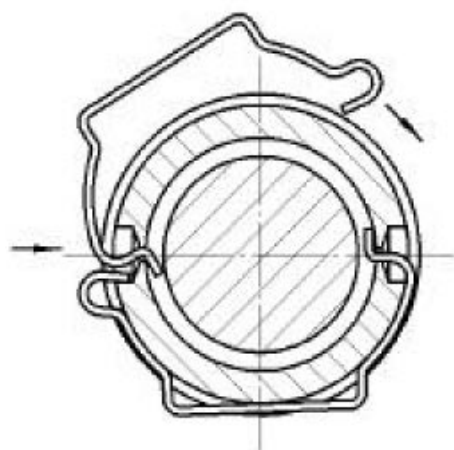
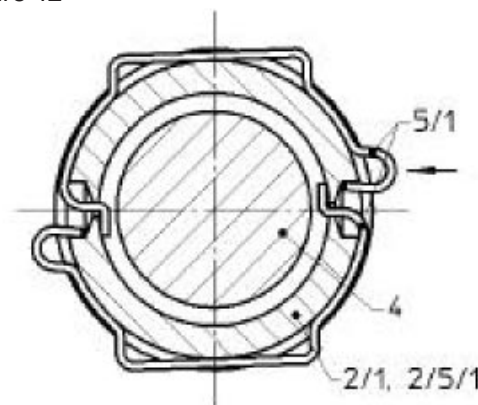

Figure 12
Figure 11
- Faire descendre la cloche (2/1) jusqu'en butée sur la goupille (2/10) (voir figure 11).
- Placer la bille (5/6) entre le clapet (4) et la cloche de levée (2/1).
- Monter la sécurité du clapet (5/1) (voir fig. 12).
- Pull the lifting bell (2/1) from the top over the pin (2/10) until the stop (see fig. 11).
- Insert the ball (5/6) between the disc (4) and the lifting bell (2/1).
- Mount the disc retainer (5/1) (see fig. 12).
- Placer la bille (5/6) entre le clapet (4) et la cloche/platine inférieure (2/5/1).
- Placer le joint (2/7) dans la gorge du chapeau (2/15/1) et insérer les pièces précédemment citées avec la coupelle de ressort (2/12) et le ressort (10) dans l'ensemble pré assemblé du chapeau (composé de 2/15/1 ; 2/15/2 ; 2/15/3). La vis de réglage (2/15/2) est tellement dévissée, que la coupelle de ressort se situe dans le haut du chapeau.
- Insert the ball (5/6) between the disc (4) and the lifting bell/lower plate (2/5/1).
- Insert the flat gasket (2/7) into the space of the bonnet (2/15/1) and insert the parts mentioned above together with the spring washers (2/12) and the spring (10) into the premounted group bonnet (consisting of 2/15/1 ; 2/15/2 ; 2/15/3). The adjusting screw (2/15/2) is turned so far upwards that the spring washer with the upperside is close to the bonnet.
- Place the ball (5/6) between the disc (4) and the lifting bell/lower plate (2/5/1/1).